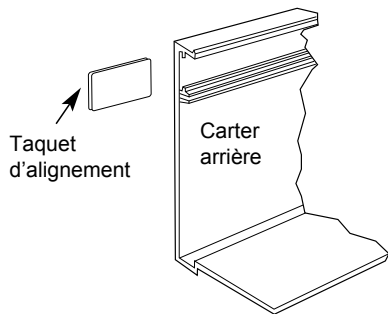

Fig. 5
- Montez le radiateur sur la cloison en utilisant des vis, des boulons ou des ancrages (fournis par l'installateur) en fonction du type de structure murale. Des taquets d'alignement peuvent être insérés dans les carters arrière jointifs pour assurer leur alignement régulier. Voyez la Figure 5 pour les détails.